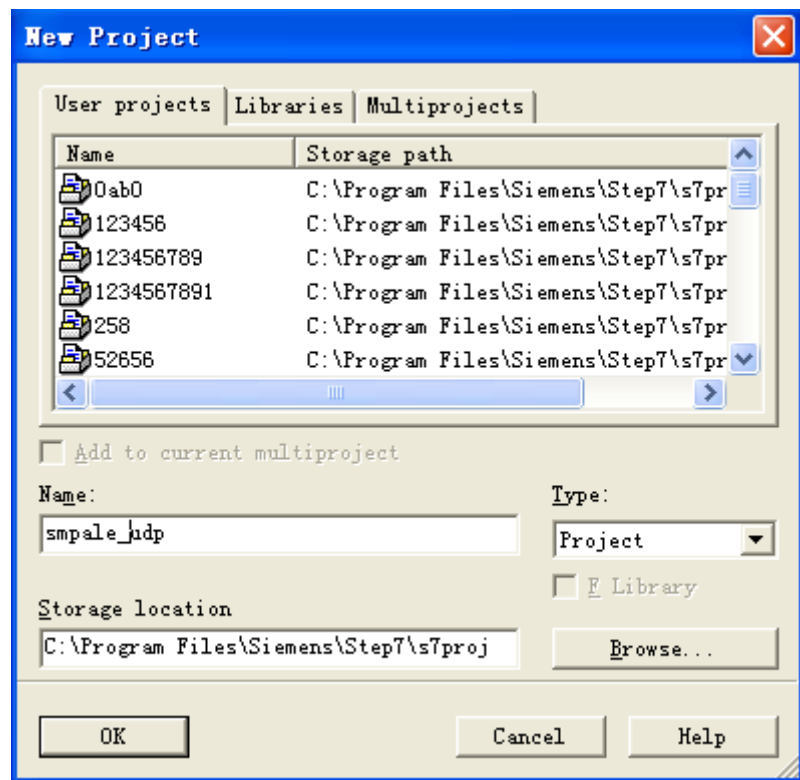

图 1.1.1 新建工程
(1)、首先在 step 中新建一个 300 的工程，如图 1.1.1 所示。